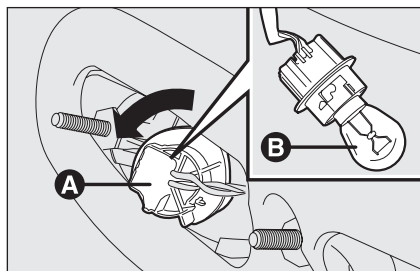

fig. 32
- ☐ tourner le porte-ampoule dans le sens inverse des aiguilles **A-fig. 32**, enlever l'ampoule **B** et la remplacer;